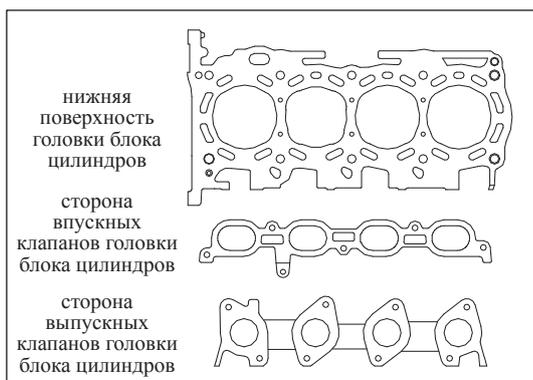

Рис. 12-3-10. Проверка плоскостности головки блока цилиндров
- (2) Проверка головки блока цилиндров
- » Произвести измерение нижней поверхности, а также впускного и выпускного фланцев при помощи поверочной линейки и измерительного щупа, чтобы определить, имеет ли место коробление, см. рис. 12-3-10.